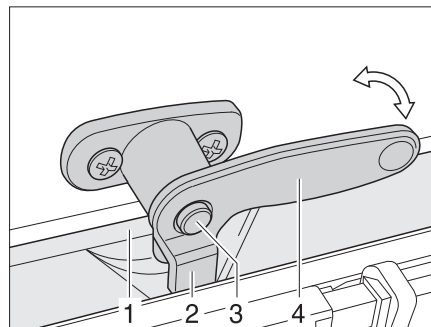

Bild 69 Låsspak med låsknapp i läget "stängd"
- Tryck på låsknappen (Bild 69,3) om sådan finns och håll den nedtryckt.